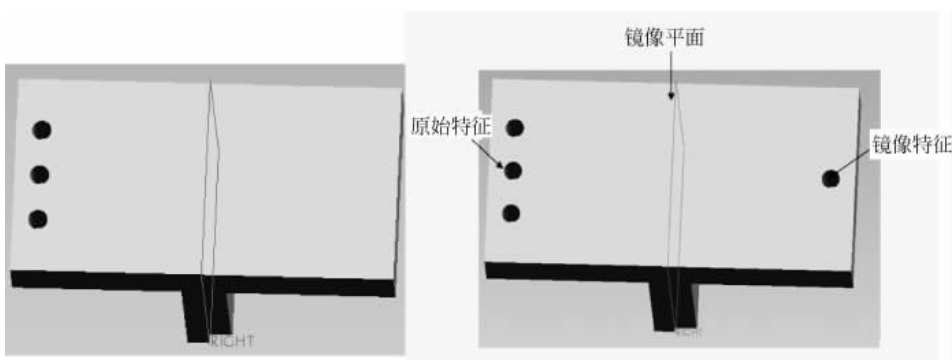

图 3.2 镜像选定的特征
(2) 镜像选定的特征。此方法仅复制选定的特征,如图 3.2 所示。